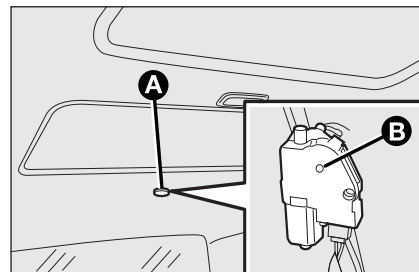

fig. 78
- ☐ enlever le bouchon de protection **A-fig. 78** placé sur la partie arrière du revêtement interne;